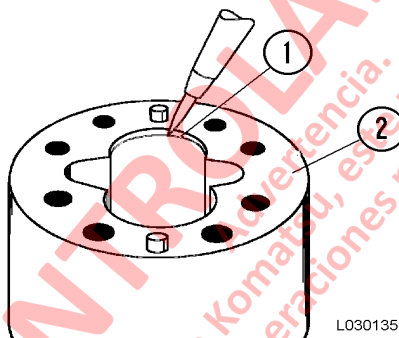

FIGURA 3-9. INSPECCIÓN DEL ORIFICIO DEL ENGRANAJE
1. Inspeccione los orificios del engranaje en ambas placas de engranajes y utilice como referencia la Figura 3-9. Durante el proceso de rodaje, los engranajes cortan las placas de engranaje de aluminio. La profundidad nominal de este corte es de 0,203 mm (0,008 in) y no debe exceder los 0,381 mm (0,015 in). A medida que los dientes del engranaje cortan las placas de engranaje, el metal se enrolla contra las placas de presión. Por lo tanto, use un cuchillo o una espátula puntiaguda y afilada para sacar el metal que queda enrollado en las placas. Luego, limpie todas las astillas metálicas que hayan saltado.